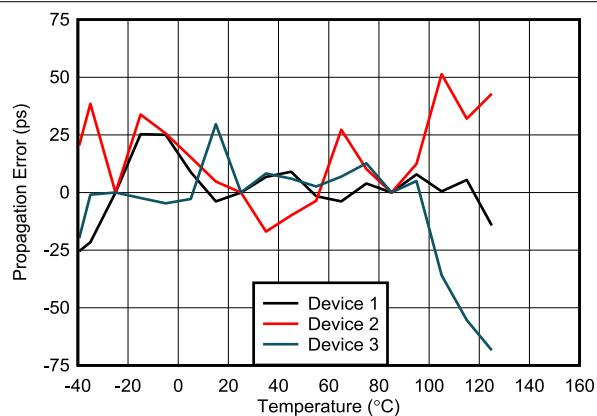

図 5-30. 3 温度キャリブレーション後の伝搬遅延誤差
4. 遅延推定の誤差については、図 5-30 を参照してください。グラフは、実際の測定遅延と予測遅延の差を示しています。